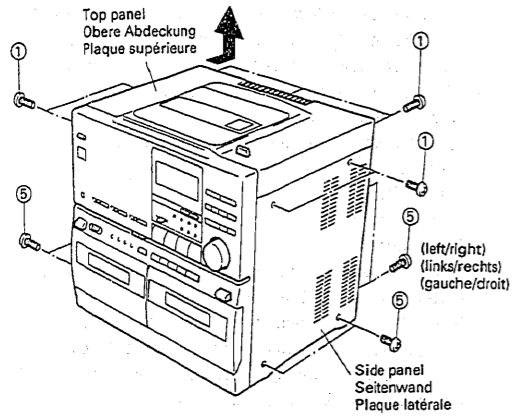

Fig. 1 Abb. 1 Fig. 1
1. Plaque supérieure (Fig. 1 et 2)
(1) Disposer les deux fils de connexion (le fil le plus large devant être placé dans la partie inférieure) en procédant de l'étage A.
(2) Faire correspondre la longueur indiquée des fils de connexion (75 ± 2 mm) avec la partie saillante B et retenir l'ensemble avec une attache unique.
4. Plaque latérale (Fig. 1)